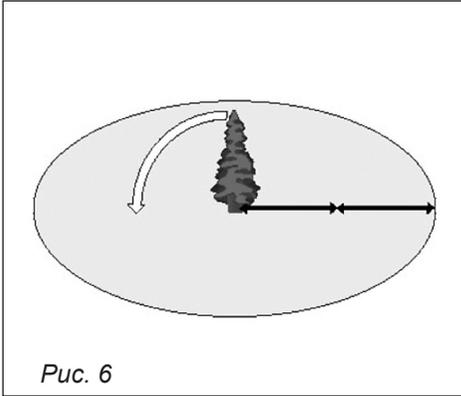

Рис. 6
6. Переведите рукоятку воздушной заслонки в положение «Б» — «Рабочее положение», надавив на нее до упора (рис. 6).
Опасная зона: падающие деревья могут сбить и потянуть за собой соседние деревья. Зона опасности составляет двойную высоту дерева, подлежащего пиленю (*рис. 6*).